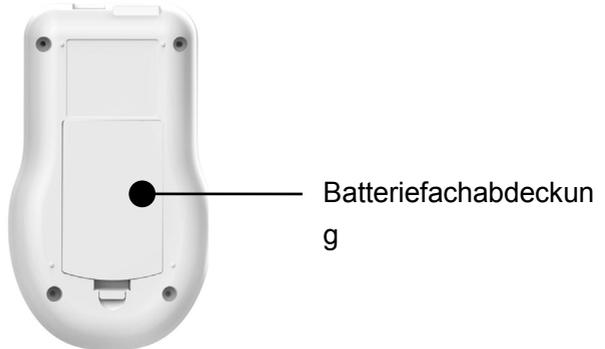

Abb. 3
2.3.2 Rückansicht (siehe Abb. 3)